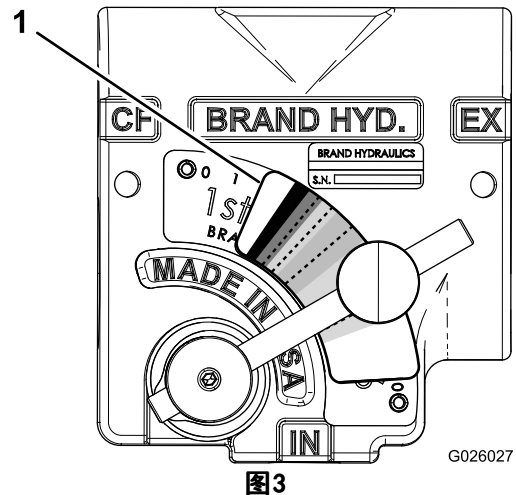

图3
15. 将新的甩盘速度标贴粘贴到已有的标贴之上。标贴的位置如图3所示。